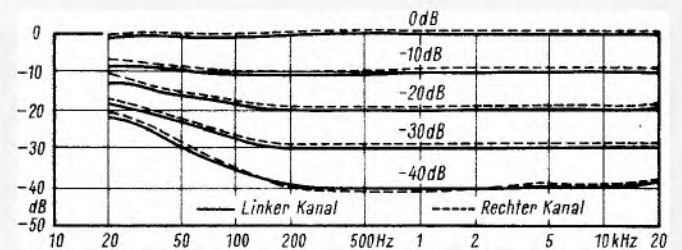

Bild 7 Frequenzgang bei gedrückter Taste „Contur I“ und fünf verschiedenen Einstellungen der Lautstärke
5.1 Frequenzgang bei gedrückter Taste Contur I	Bild 7